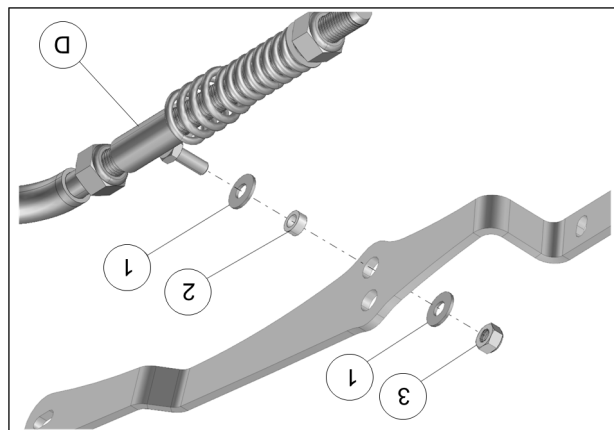

Fig. 8
8. Fixer le bras stabilisateur (D) au trou de la pièce d'ancrage du système de traction au moyen des rondelles (1), d'un espaceur (2) et d'un écrou (3). Utiliser le trou qui ne créera pas d'interférence entre l'écrou de fixation (3) et le barbotin de plastique. Voir la Fig. 8